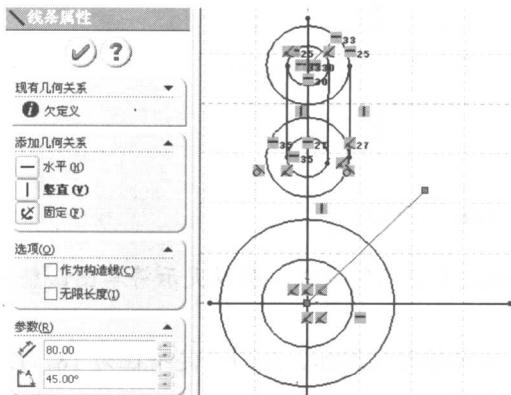

图 1-6 直线草图
(4) 单击“直线”工具，按图1-6所示用鼠标分别单击两端点位置，画出4条竖直线、一条水平线、一条斜线(长度80、角度45°)。